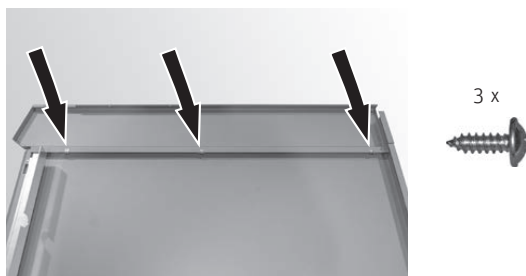

Fig. 28 Fissare la parte superiore [1]
- ▶ Fissare la parte superiore [1] della parete laterale sinistra con le viti autofilettanti – Fig. 28.